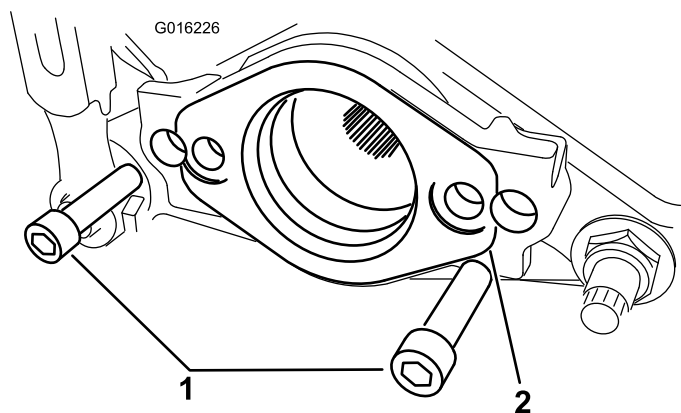

Рисунок 5
9. Если вы устанавливаете данный комплект на машину TriFlex, выверните 2 болта, которые крепят монтажную опору двигателя к режущему блоку. Снимите монтажную опору двигателя (Рисунок 5).